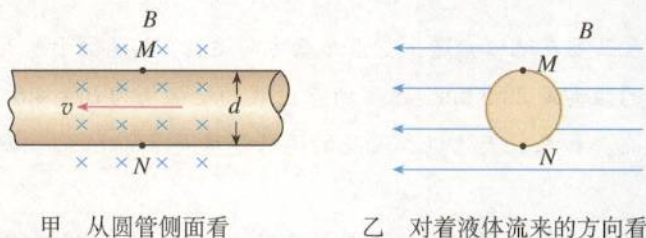

图 4.4-8 电磁流量计的示意图
7. 图4.4-8是电磁流量计的示意图。圆管由非磁性材料制成, 空间有匀强磁场。当管中的导电液体流过磁场区域时, 测出管壁上MN两点间的电势差 U , 就可以知道管中液体的流量 q ——单位时间内流过管道横截面的液体的体积。已知管的直径为 d , 磁感应强度为 B , 试推出 q 与 U 关系的表达式。假定管中各处液体的流速相同。